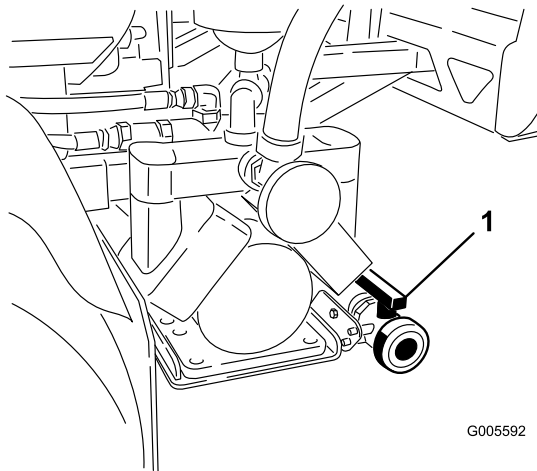

Figura 19
2. Localice la válvula de vaciado del depósito situada en la parte trasera de la máquina (Figura 19). La bomba está situada en la parte trasera de la bomba, unida al soporte.